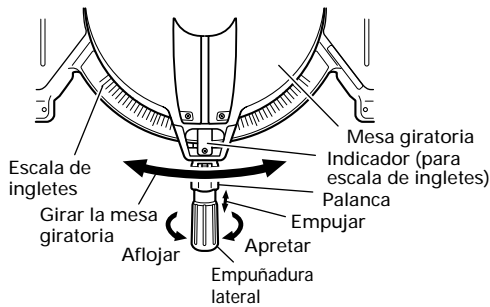

Fig. 22
- (1) Afloje la empuñadura lateral y empuja la palanca para los topes de ángulo. Luego, ajuste la mesa giratoria hasta que el indicador se alinee con el ajuste deseado de la escala de ángulos de inglete (Fig. 22).
- (2) Vuelva a apretar la empuñadura lateral para asegurar la mesa giratoria en la posición deseada.